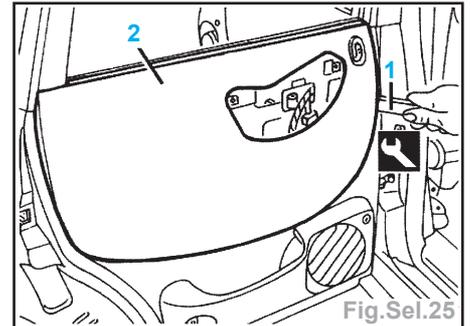

Fig.Sel.25
- le panneau intérieur de porte (Fig. Sel.25),